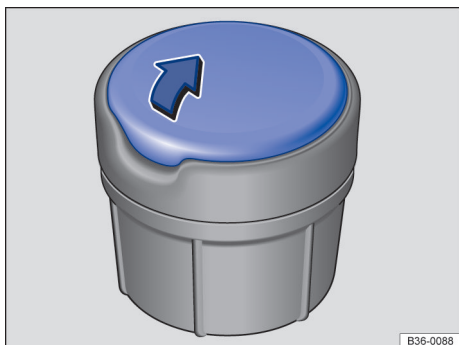

Fig. 147 Cinzeiro portátil.
- Para *abrir* o cinzeiro, levante a tampa do mesmo → Fig. 147 no sentido da seta.